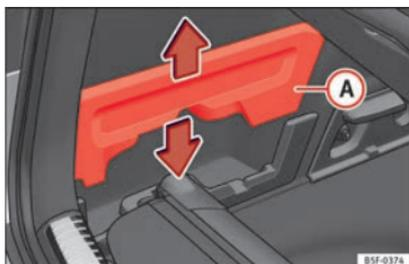

Fig. 122 Nel bagagliaio: Alloggiamento per la riposizione del pianale portaoggetti
- Rimuovere le coperture » **fig. 122 A** sinistra e destra.